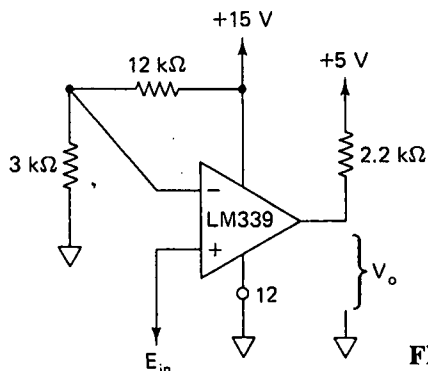

FIGURA P2-16
- 2-16. En la figura P2-16, E_{ent} es una onda triangular. La amplitud es de -5 a $+5$ V y la frecuencia es 100 Hz. Dibujar exactamente las gráficas de (a) V_o en función de E_{ent} ; (b) V_o en función de t .